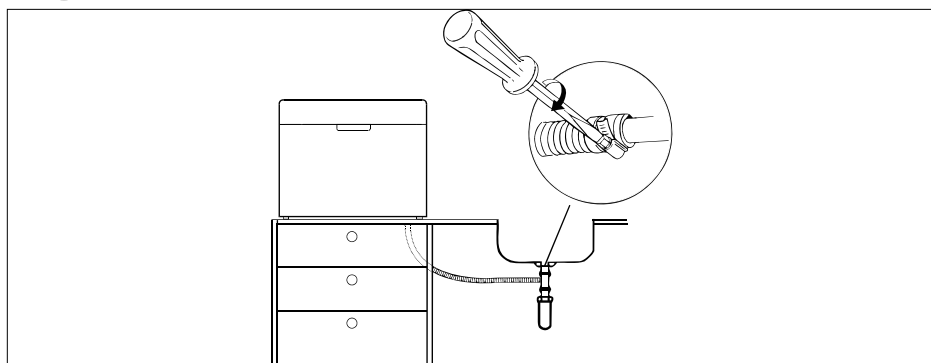

Fig. 7
- Fixez l'extrémité du tuyau de façon à ce que le tuyau ne puisse pas glisser (voir **fig. 7**).